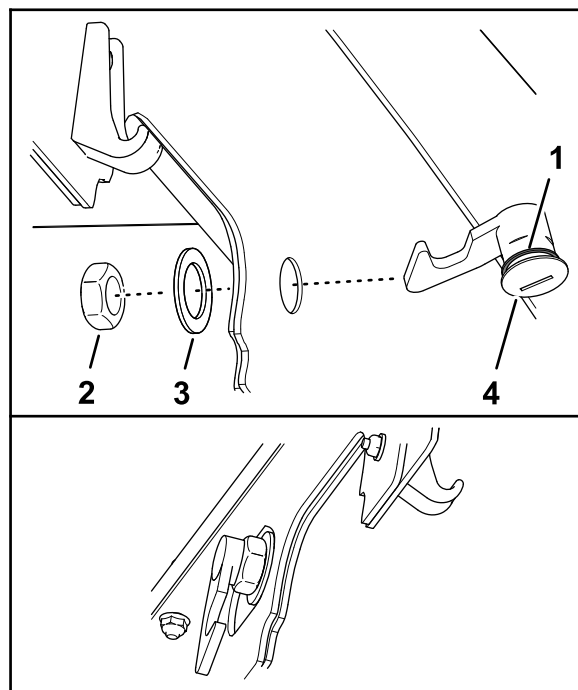

Рисунок 34
- Подсоедините уплотнение к защелке капота (Рисунок 34).